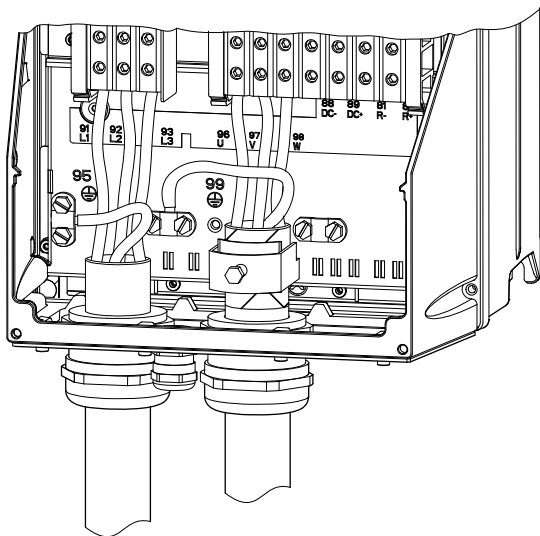

Fig. 18 Net- og motortilslutning, C1 og C2
1. Tilslut jordlederen til klemme 95 (PE). Se fig. 18.
1. Tilslut jordlederen til klemme 99 (PE). Se fig. 18.
2. Tilslut motorlederne til klemme 96 (U), 97 (V), 98 (W).